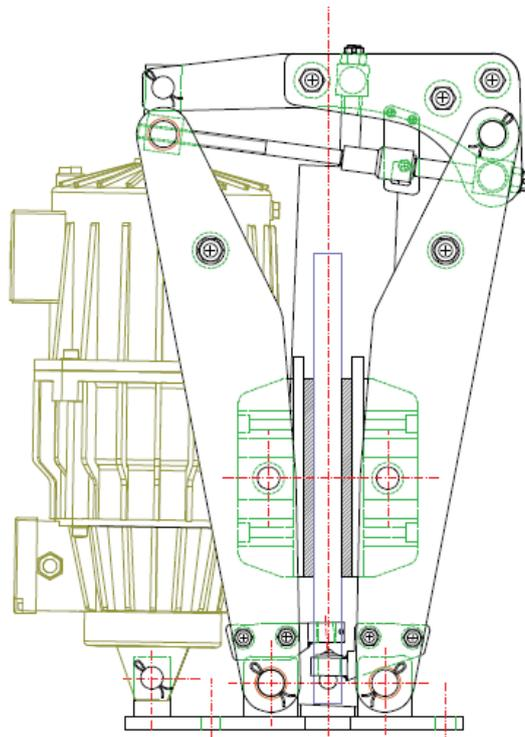

图 8.4.1
1. 制动器 均等装置的调整螺栓（第 7 项）从其支座中移除，制动器已固定到最终正确位置，如图 8.4.1 所示。